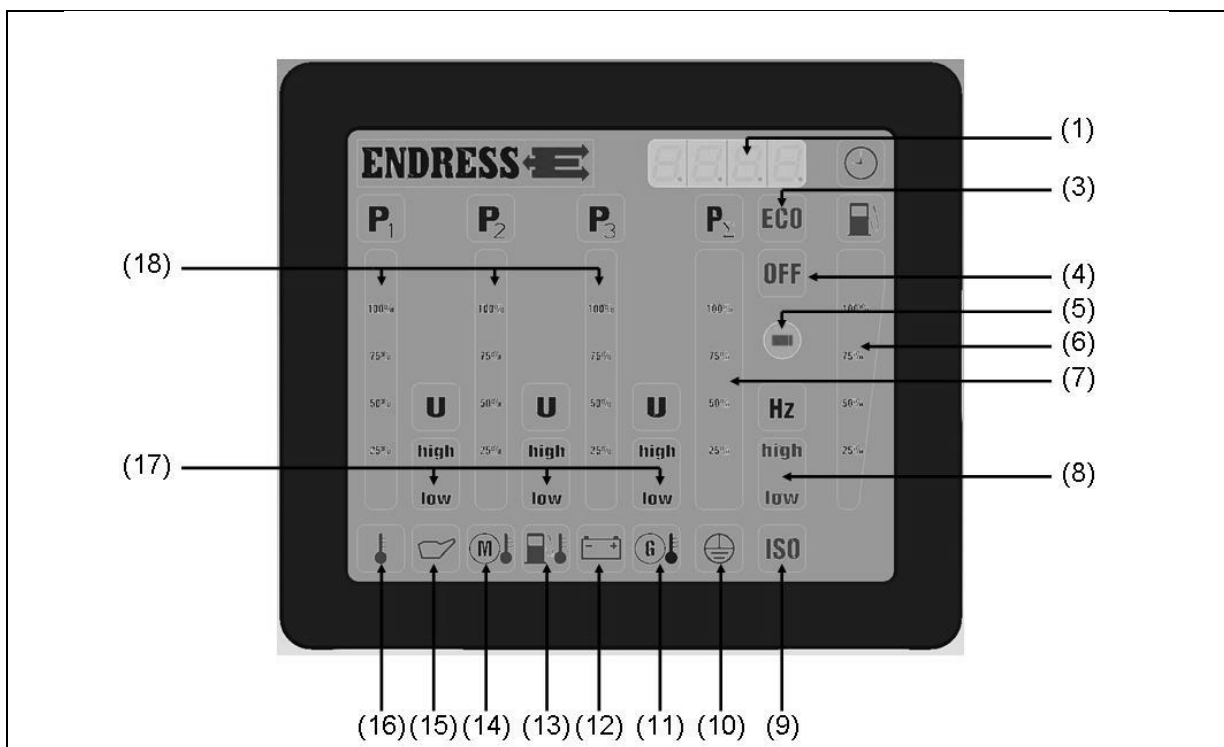

Abb. 4-7: Multifunktionsdisplay
Füllstand Kraftstofftank: Die Anzeige (siehe Abb. 4-7-(10)) gibt einen ungefähren Richtwert über den Tankinhalt.
- Relative Belastungsanzeige:** Belastung (P_{Σ}) (siehe Abb. 4-7-(7))
- ✓ Das Symbol am Display (siehe Abb. 4-7-(8)) zeigt das Ergebnis an: